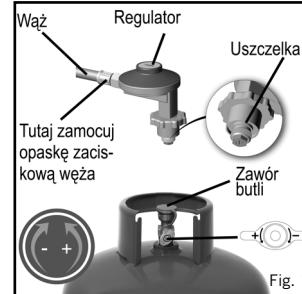

Fig. 1
- Przewód gazowy oraz uszczelkę reduktora należy sprawdzać pod kątem zużycia lub uszkodzeń przed każdym użyciem oraz przed podłączeniem do butli (zob. Rys. 1).
- Kontrolę tą należy przeprowadzać przy każdym podłączaniu butli z gazem do urządzenia (zob. Rys. 1).